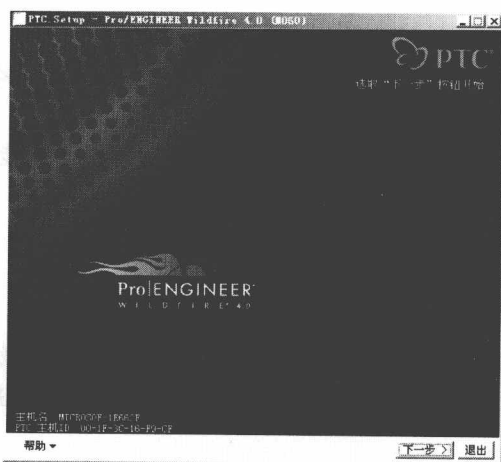

图 1-7 安装界面
(1) 双击 Pro/E 安装盘上的“setup”文件开始安装, 弹出如图 1-7 所示的安装界面。